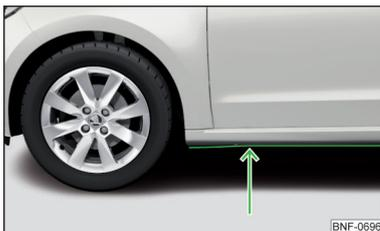

Fig. 96
- Le niveau de l'eau ne doit pas dépasser le longeron inférieur » fig. 96.